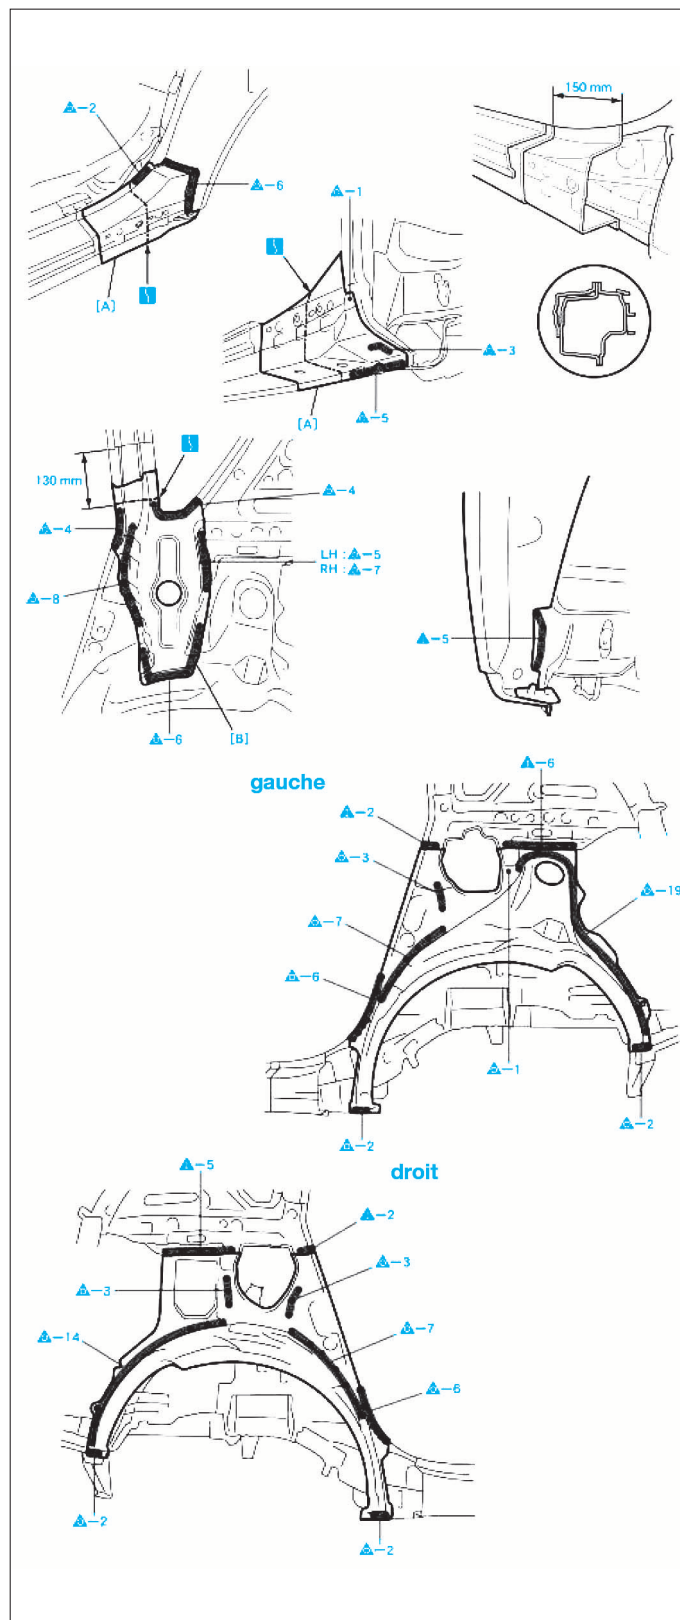

FIG. 27
- Déposer les pièces (A et B) (Fig.27).
- Dépointer aux endroits indiqués (Fig.27).